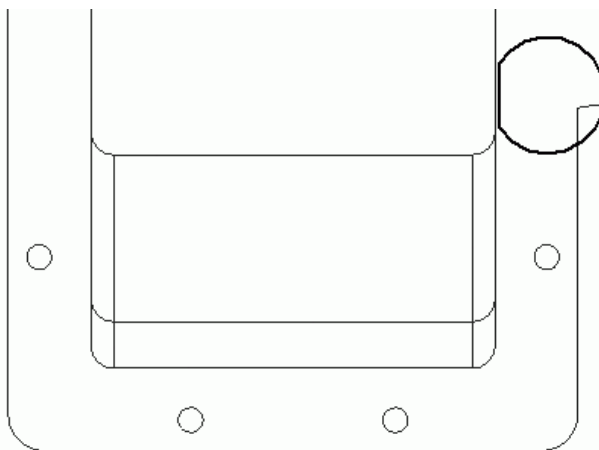

Рис. 3.80. Эскиз первого сечения бобышки
14. Как видите, на корпусе вокруг мест крепления крышек не хватает бобышек под болты, стягивающих корпус и крышку редуктора. Создадим их. Выделите плоскость ZX и постройте в ней эскиз первого сечения бобышки (рис. 3.80). Координаты центра полуокружности посмотрите на чертеже. Они должны совпадать с координатами центра отверстия под болт в бобышке, а радиус полуокружности задайте равным 25,5 мм.